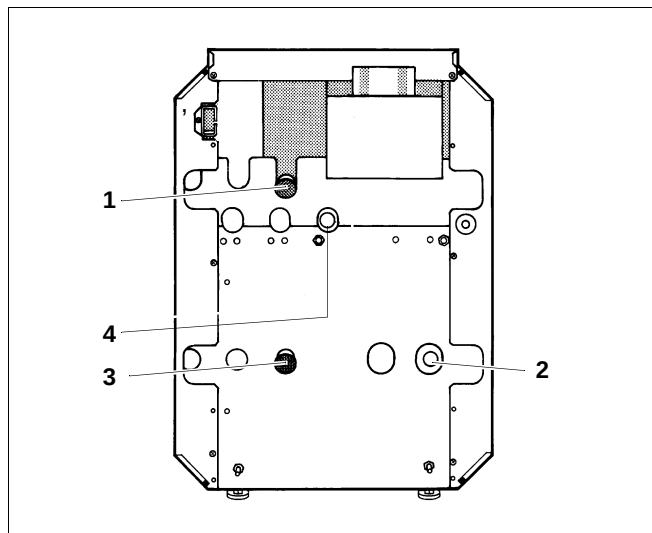
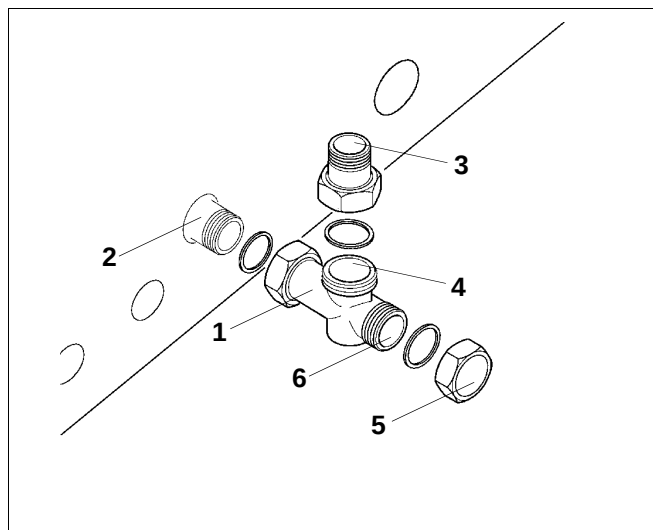

Fig. 8 Raccordements côté chauffage Logano G124
Fig. 9 Retour Logano G124
* pour Logano G124 voir également fig. 8 et fig. 9
Pour un bon fonctionnement de la chaudière, chaque raccordement doit s'effectuer uniquement au point de raccordement prévu à cet effet (fig. 8). Tous les raccordements à la chaudière doivent être réalisés sans mise sous tension.
- La soupape de sécurité doit être raccordée au départ de sécurité (fig. 8, **pos. 1**).
- Le vase d'expansion de pression doit être raccordé au retour de la chaudière (fig. 8, **pos. 3**) ou au raccordement de vidange (fig. 8, **pos. 2**).
Légende pour fig. 8
- Poser un joint dans l'écrou-raccord du raccord en T fourni (fig. 9, **pos. 1**) et visser ce raccord sur le retour chaudière (fig. 9, **pos. 2**). Quand il n'y a pas de boiler raccordé, visser un capuchon de fermeture avec joint (fig. 9, **pos. 5**).
- Monter la réduction livré G 1 ¼ à la sortie 90°C (fig. 9, **pos. 3**) sur R 1 pour le retour chaudière (fig. 9, **pos. 4**), **lorsque le système de montage rapide (accessoire) du circuit n'est pas utilisé.**
Légende pour fig. 9